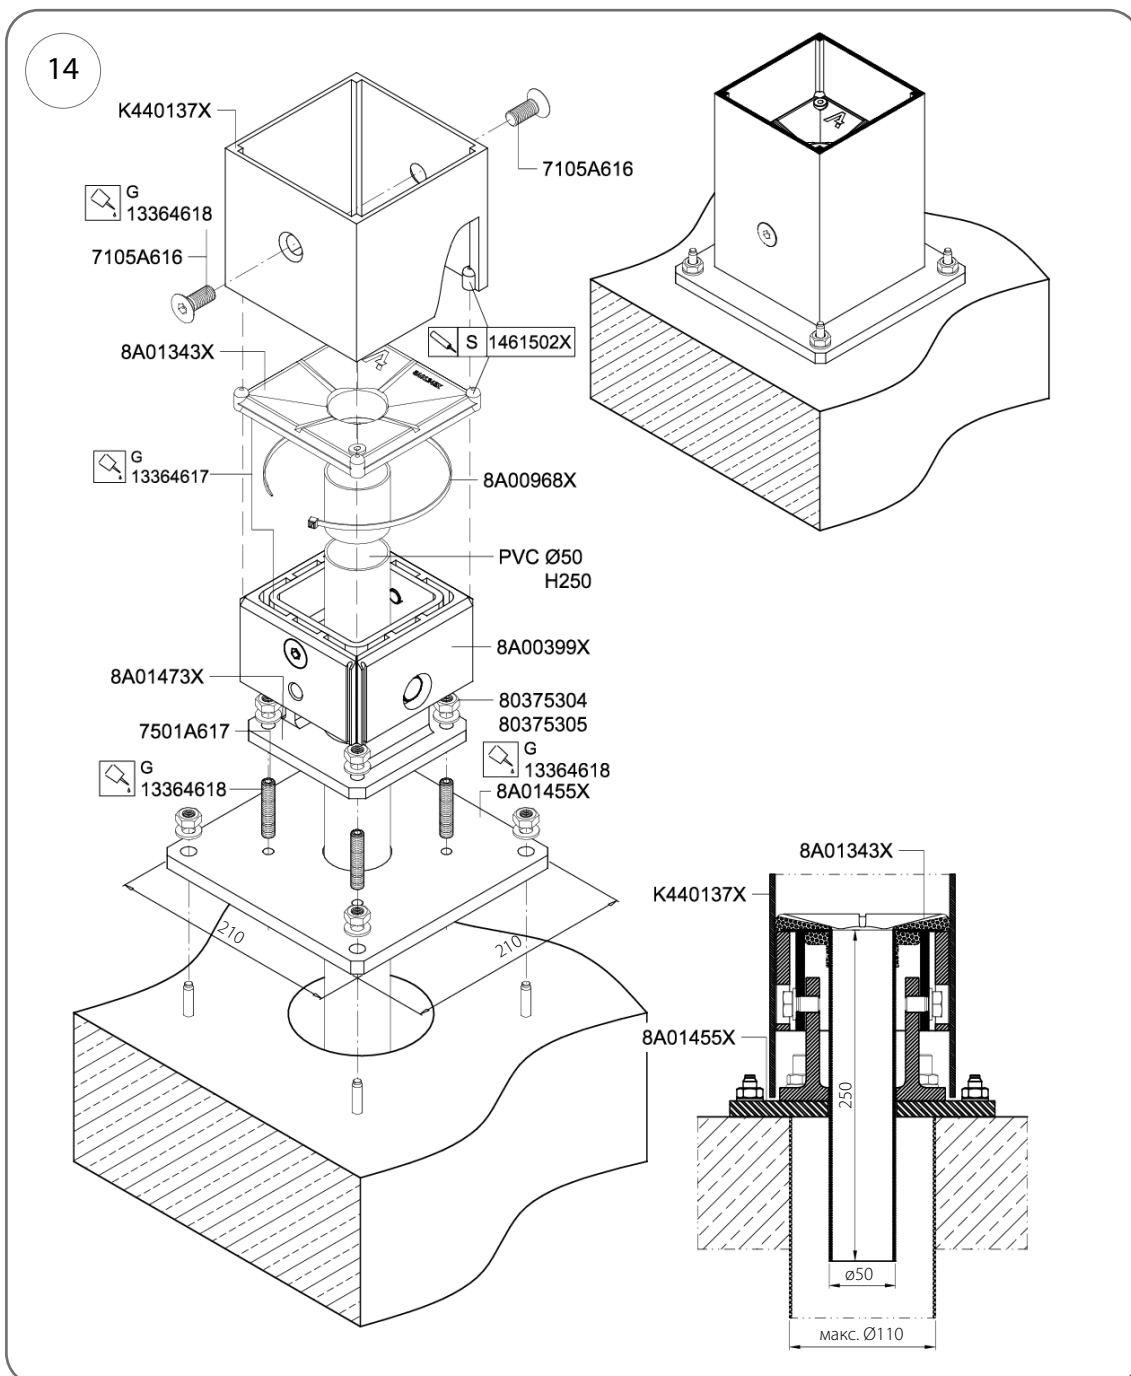

Рис. 14
6. Встановіть стовп перголи K440137X на кронштейн і закріпіть його на кронштейні за допомогою 2 гвинтів з шестигранною головкою (кат. № 7105A616, M12x30 мм); нанесіть на гвинти герметик для різьблення (кат. № 13364618) (рис. 14).